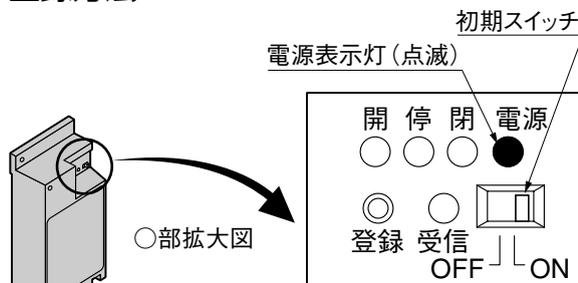

図15-3
- ① 電動柱のコントロールカバーを取外してください。
- ② リモコン受信器の初期スイッチを「ON」側にすると、電源表示灯（緑色）が点滅します。点滅しない場合は、初期スイッチを一度「OFF」にして、もう一度「ON」側にしてください。（図15-3参照）